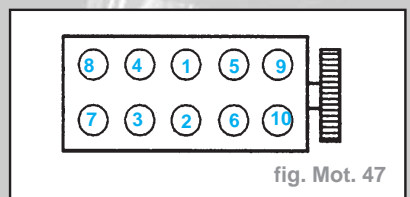

fig. Mot. 47
- Serrage de toutes les vis à **2 daN.m** puis effectuer un angle de **90°** dans l'ordre (fig. Mot. 47)